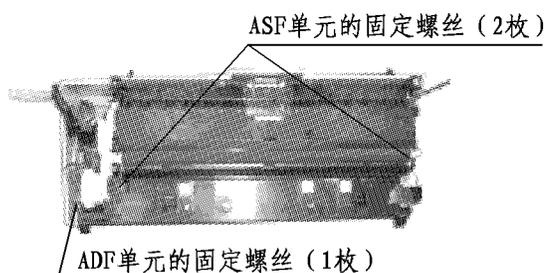

图7-10
b) 拆卸机芯组件。(图7-10)
c) 拆卸ASF单元的固定螺丝(2枚)，拆卸ASF单元。(图7-10)
d) 拆卸ADF单元的固定螺丝(1枚)，拆卸ADF单元。(图7-10)